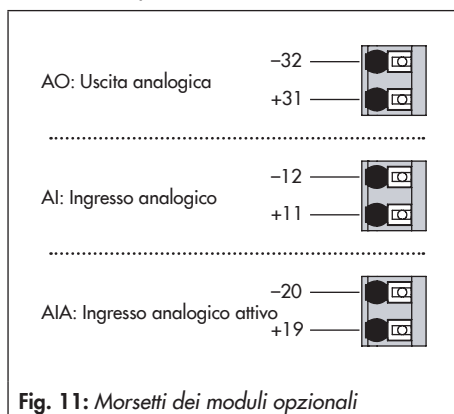

Fig. 11: Morsetti dei moduli opzionali
7. Collegare il cablaggio del modulo opzionale come mostrato in Fig. 11.